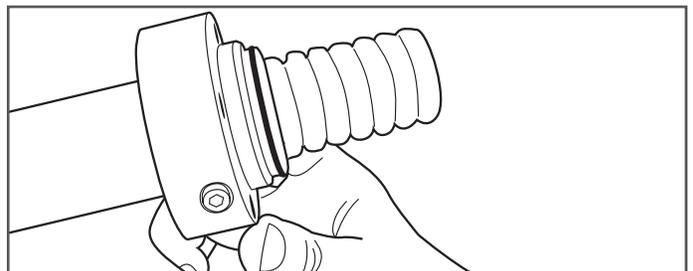

Figura 7-16
17. Prepare la tubería DoubleTrac® para el corte final. Deslice la sección media del acoplamiento sobre el tubo DoubleTrac® hasta que el tubo salga por el otro lado. (Figura 7-16)